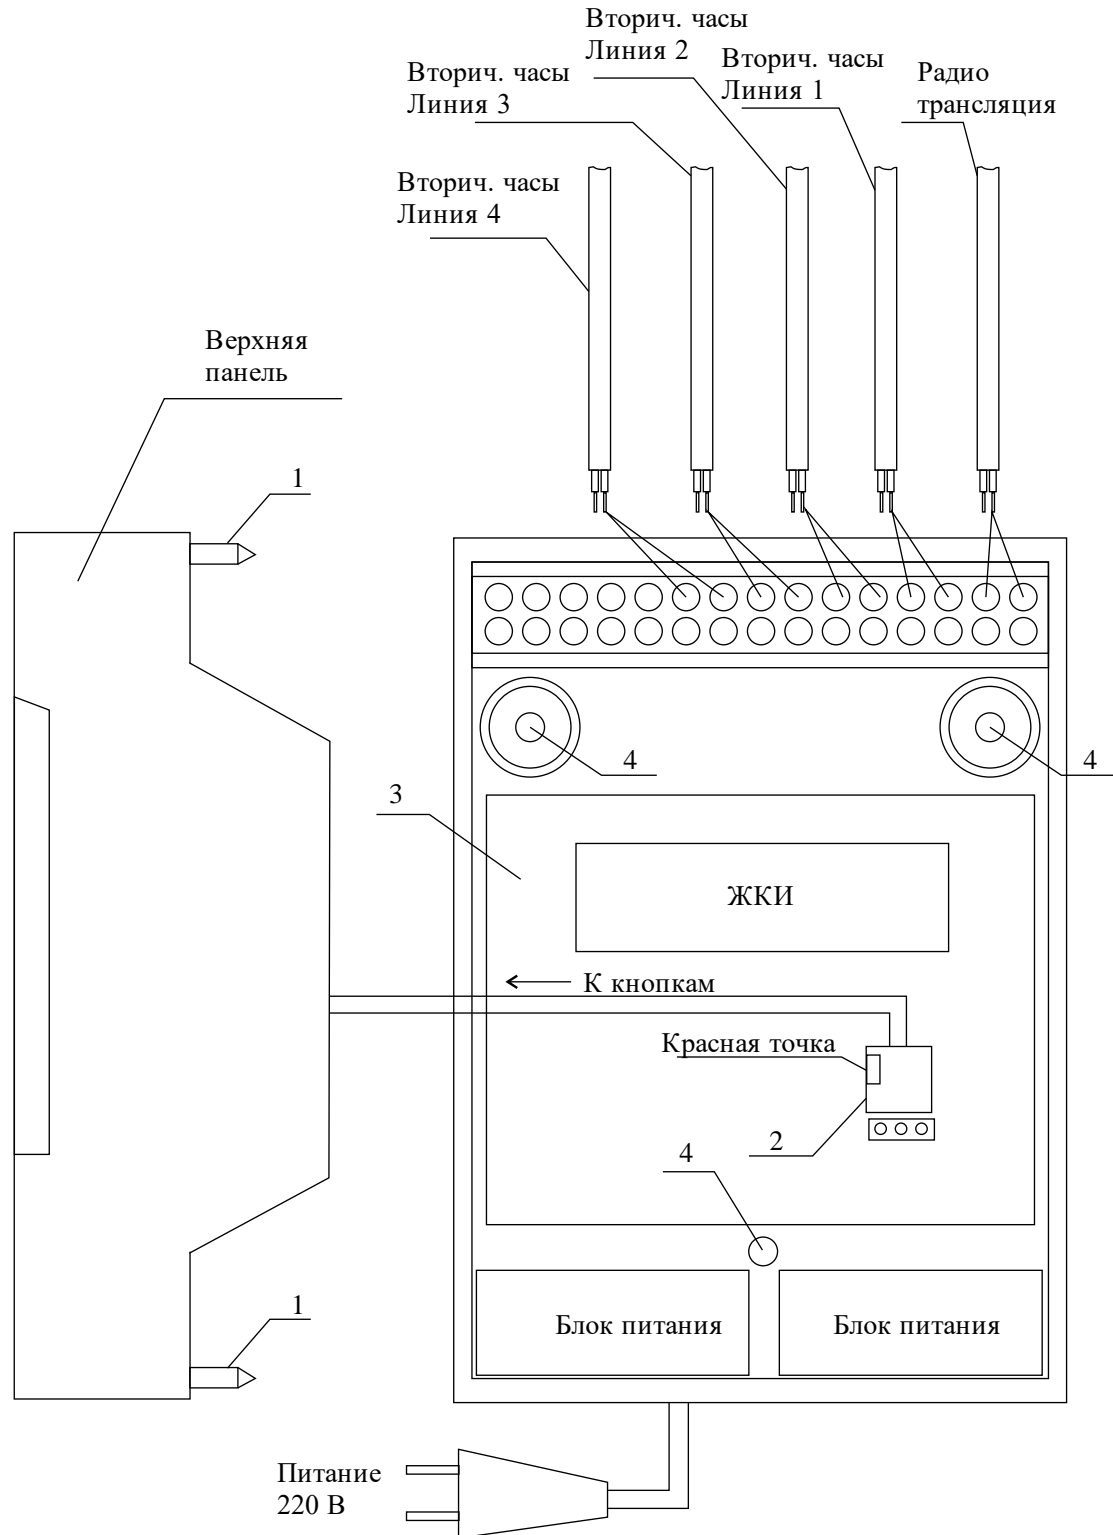

Рис. 1
4.1. Выверните четыре винта 1, расположенных на верхней панели ЧС (см. Рис.1). Осторожно снимите верхнюю панель и отсоедините разъем 2, соединяющий кнопки с печатной платой 3.
4.4. Подсоедините линии вторичных часов №№ 1, 2, 3 и 4, а также линию радиотрансляции в соответствии со схемой рис.1.